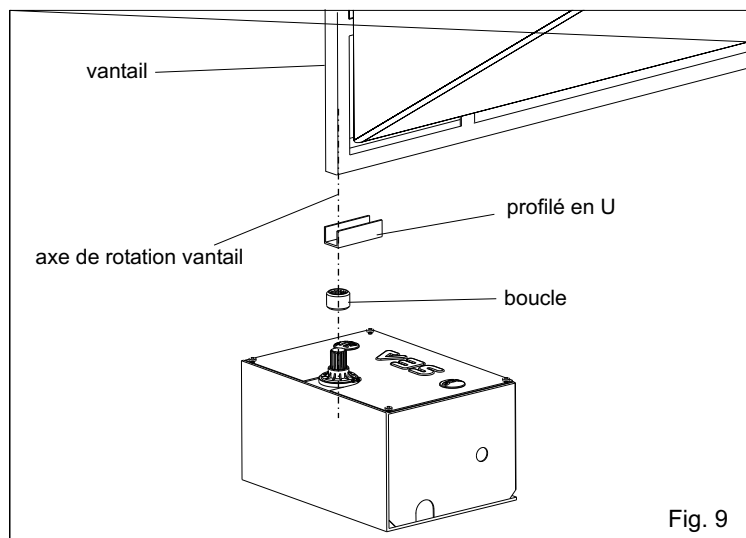

Fig. 9
3.2. Positionner la boucle sur le profilé en U faisant référence à l'axe de rotation de la charnier du vantail (Fig. 9);